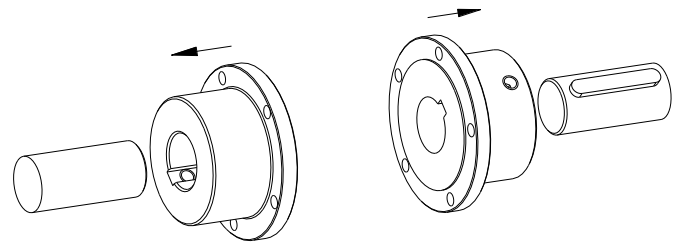

Bild 27: Montage der Kupplungsflansche
- Montieren Sie die Kupplungsflansche auf die Welle der An- und Abtriebsseite (siehe Bild 27). Die Innenseiten der Kupplungsflansche müssen bündig mit den Stirnseiten der Wellen abschließen.